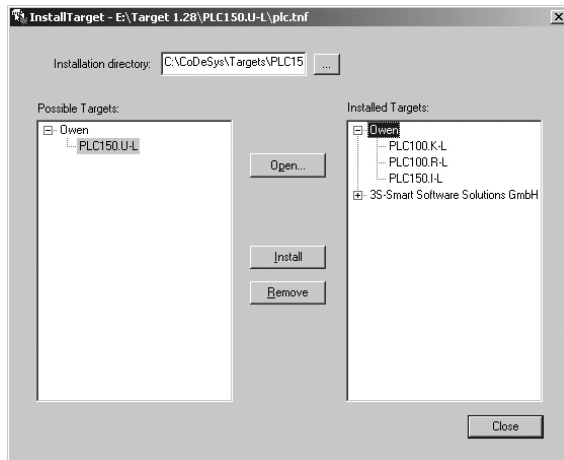

Рисунок 5.1 - Окно «InstallTarget» утилиты InstallTarget
- В открывшемся при запуске утилиты **InstallTarget** окне (рисунок 5.1) – нажать кнопку Open и указать путь доступа к инсталлируемому Target-файлу (имеющему расширение *.tnf, Target Information File). Target-файлы контроллеров OWEN ПЛК150 могут быть скачаны с сайта www.owen.ru. При скачивании с сайта папку с Target-файлами надо разархивировать и сохранить на жестком диске ПК.